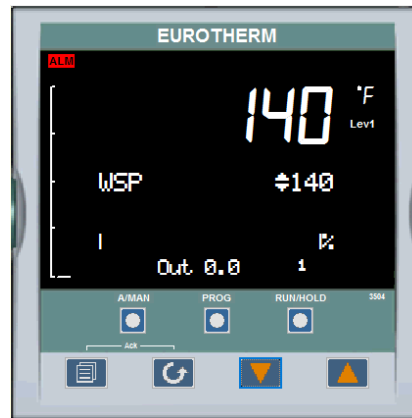

Figure 4-6: Contrôleur de température
6. Presse **AUTO/HOMME** sur le panneau avant du contrôleur de température (Figure 4-6) et basculer l'affichage en mode MAN (manuel). L'indicateur MAN s'allume lorsqu'il est sélectionné.